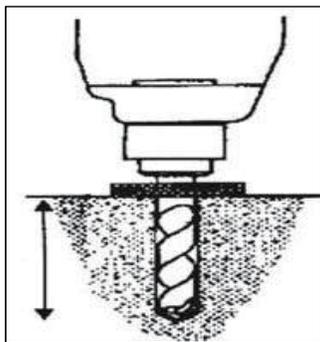

图 4
举升机必须根据离墙、柱和其它设备规定的特定安全距离安装（图 4）离墙面的最小距离为 1000mm，为防止紧急状况和工作便捷，安全通道的足够空间也应考虑安装地点事先应有电源和气源通至控制台位 室内高度不能小于 4000 mm
- 用电锤将 $\Phi 16$ 冲击钻头从平台底板孔钻入地面 120mm 深孔（图 4），并清理洞口